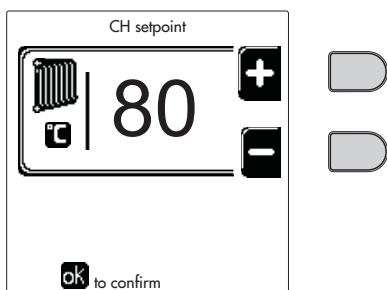
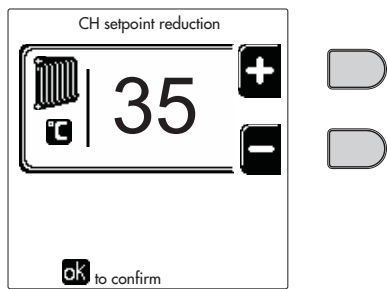
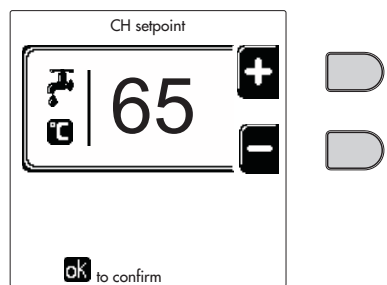
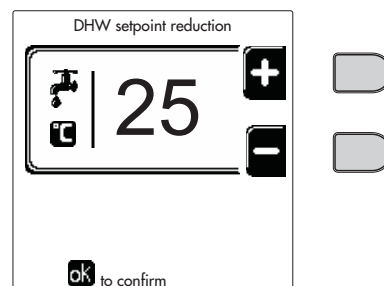

рис. 12
рис. 13
рис. 14
рис. 15
- **ON (ВКЛ).** При поступившем запросе на отопление/ГВС котел работает на заданной температуре регулировки отопления/ГВС (рис. 12/рис. 14).
- **re (ре).** При поступившем запросе на отопление/ГВС котел работает на уменьшенной температуре регулировки. Уменьшенная температура достигается путем вычитания температуры регулировки уменьшения (рис. 13/рис. 15) от заданной температура регулировки отопления/ГВС (рис. 12/рис. 14).